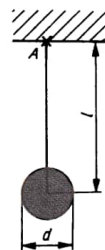

Bild 84
- 10.14** Untersuchen Sie an zwei Beispielen, ob die nach Bild 84 aufgehängte Kugel als Fadenpendel aufgefaßt werden darf, indem Sie das Verhältnis der Frequenzen ausrechnen. Es ist 1. $d_1 = l/2$ und 2. $d_2 = l/10$.